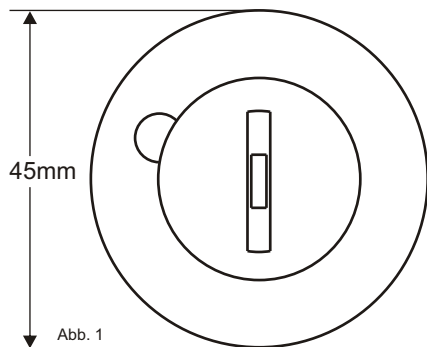

Abb. 1
2. Bei der Installation im beiliegenden TS-Gehäuse dessen Schlitz senkrecht ausrichten (siehe Abb. 1), so dass die Luft von unten nach oben am Sensor vorbei strömen kann.